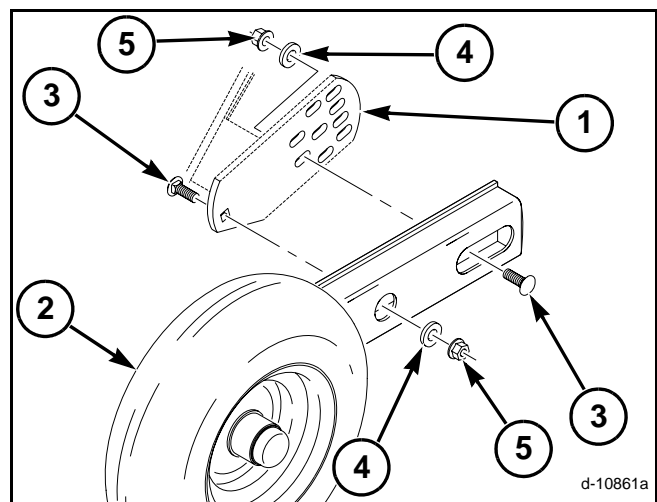

FIG. 1
FIG. 1: Quite los pernos, las arandelas planas, las tuercas de traba superior de brida y los soportes de pestillo (1) de ambos lados del recogedor. Deseche las arandelas planas.